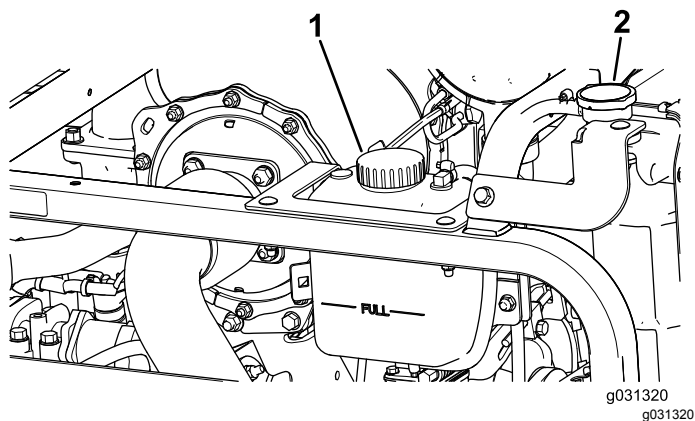

Рисунок 119
1. Осторожно снимите крышку радиатора и крышку расширительного бачка (Рисунок 119).
2. Проверьте уровень охлаждающей жидкости в радиаторе (Рисунок 119).